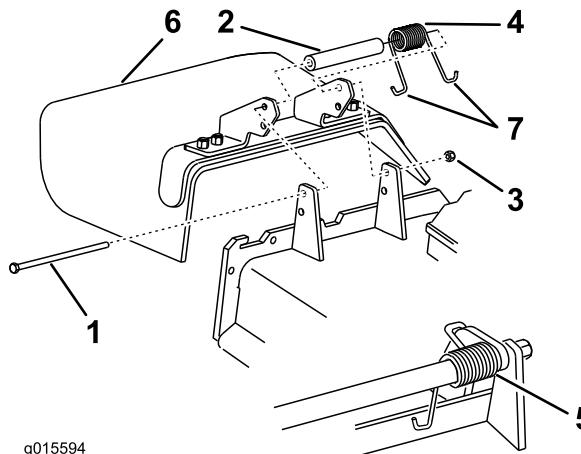

Figure 86
Remarque: Prenez soin de placer une extrémité en J du ressort derrière le bord du plateau avant de mettre le boulon en place, comme montré à la Figure 86.
6. Accrochez 1 extrémité en J du ressort au déflecteur d'herbe (Figure 86).
1. Retirez le contre-écrou, le boulon, le ressort et l'entretoise qui fixent le déflecteur aux supports de pivot (Figure 86).
2. Déposez le déflecteur d'herbe s'il est endommagé ou usé (Figure 86).